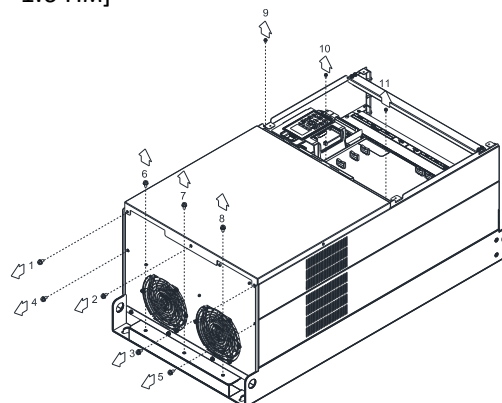

Рис. 2
2. Рис. 2: Выкрутите винты 1-8 М6